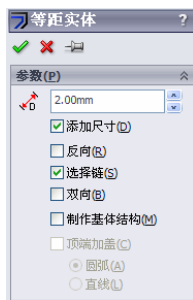
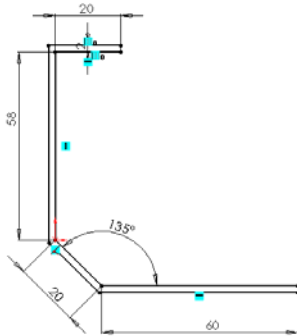

图 4-18 “等距实体”属性管理器
图 4-19 设置后的图形
④ 等距实体草图。选择菜单栏中的“工具”→“草图工具”→“等距实体”命令，或者单击“草图”工具栏中的“等距实体”图标，此时系统弹出如图 4-18 所示的“等距实体”属性管理器。在“等距距离”一栏中输入值 2，并且是向外等距。按照图示进行设置后，单击对话框中的“确定”图标，结果如图 4-19 所示。